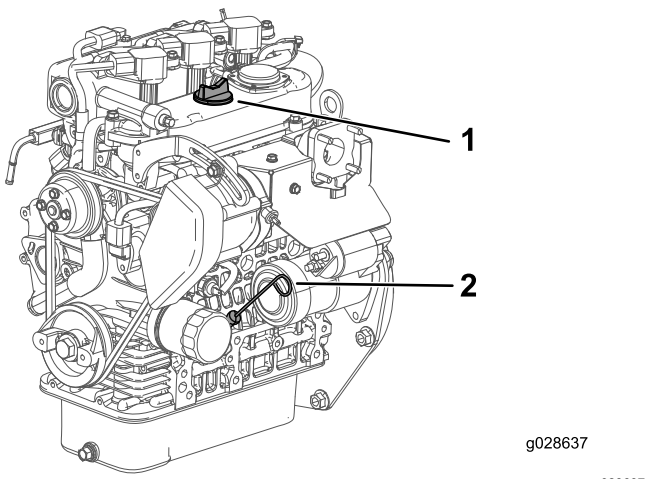

图 35
5. 将量油尺插入量油尺管道中并确保它完全插入图 35。
6. 取出量油尺并检查油位图 35。
7. 如果油位较低请取下加油颈盖图 35然后添加足够机油将油位提高到量油尺上的“已满”标记。
8. 将量油尺固定到位图 35。